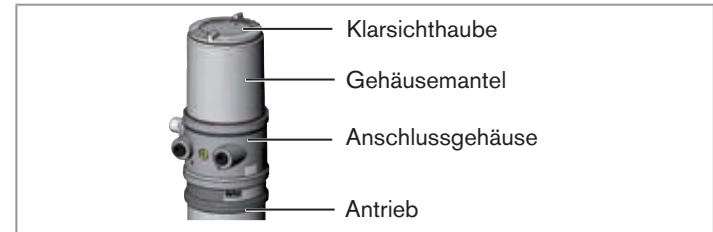

Bild 12: Steuerkopf öffnen
- ▶ Beim Abschrauben und Einschrauben der Klarsichthaube nicht am Antrieb des Prozessventils sondern am Anschlussgehäuse gehalten (siehe „Bild 12: Steuerkopf öffnen“).